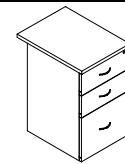
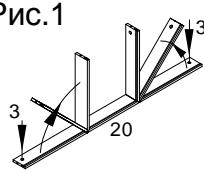

Рис.1
Рис.3
см.рис.2. Вставить в фолдинги (20) стяжки-эксцентрики (3) стрелкой в направлении отверстия на торце. К правой боковине фолдинга прикрепить саморезами (6) ответную скобу замка (13), см. рис.3. Согнуть фолдинги (20) см. рис.1. Установить в продольный паз фолдинга (20) дно ящика (VIII) см.рис.2.